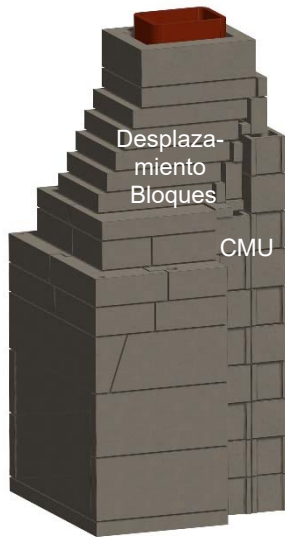

Figura 20. Bloques de desplazamiento y soporte CMU
C. La chimenea se completa apilando tantos tramos de conducto de humos como sea necesario para alcanzar la altura de la chimenea. El conducto de la chimenea puede ser recto a través del techo y a través del tejado, o si la chimenea se instala en una pared exterior, la chimenea puede ser externa a la casa. Cuando sea necesario, se pueden utilizar bloques desplazados para la chimenea y deben estar diseñados para soportar estructuralmente el desplazamiento con CMU o postes de acero fabricados a medida y o hierro angular capaz de soportar el peso y la altura de la chimenea. Nunca exceda un ángulo de más de 30 grados cuando desplace una chimenea. Véase la figura 20.